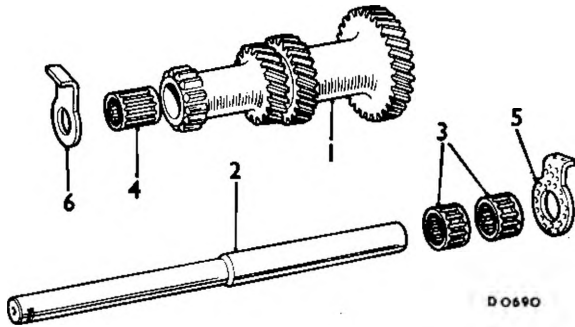

Fig. F.4
- (28) Con riferimento al punto (13). Rimontare in sede il cuscinetto dell'albero primario e la rosetta distanziale, usando l'attrezzo 18G 579.
- (29) Rimontare l'ingranaggio multiplo dell'albero secondario con una rosetta di rasamento normale ad una estremità e misurare la luce all'altra. Dalla tabella di Fig. F.4 selezionare la rosetta che permetta un gioco assiale compreso tra mm 0,05 e mm 0,15. Nei cambi a tre rapporti, la rosetta piccola è quella di misura normale, mentre quella grande è quella che si seleziona di volta in volta in base alla luce rilevata. Il contrario avviene nei cambi a quattro rapporti.